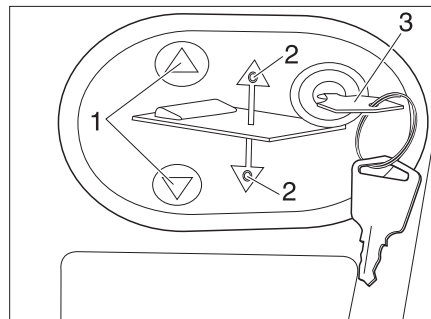

Bild 167 Bedienpanel für elektrisches Hubbett
- Schlüssel (Bild 167,3) in das Bedienpanel stecken.
- Auf Taste (Bild 167,1) drücken und gedrückt halten. Die jeweilige LED (Bild 167,2) leuchtet und das Hubbett senkt sich bis zur Mittelstellung und bleibt dann stehen.
- Auf Taste  (Bild 167,1) drücken und gedrückt halten. Die jeweilige LED (Bild 167,2) leuchtet und das Hubbett senkt sich ganz nach unten.